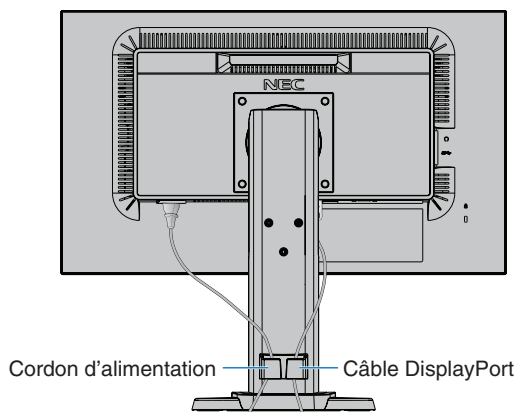
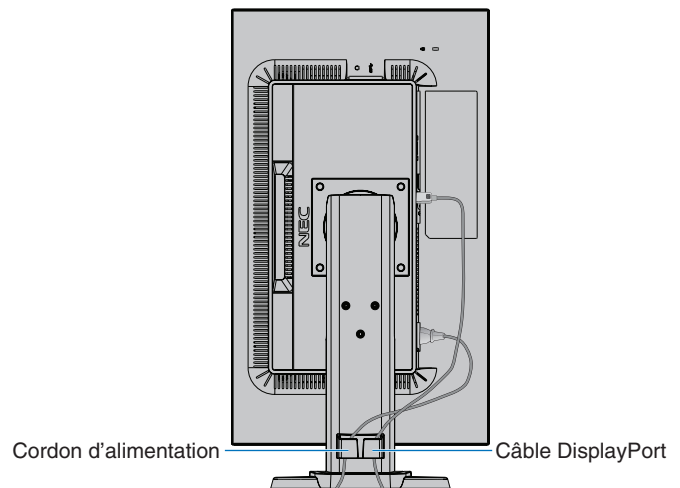

Figure C.2
Figure C.3
- Disposez les câbles dans le cache-câbles intégré au support du moniteur (**Figure C.2** et **Figure C.3**).